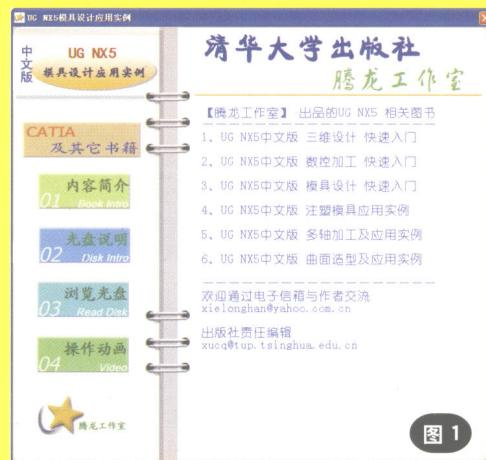
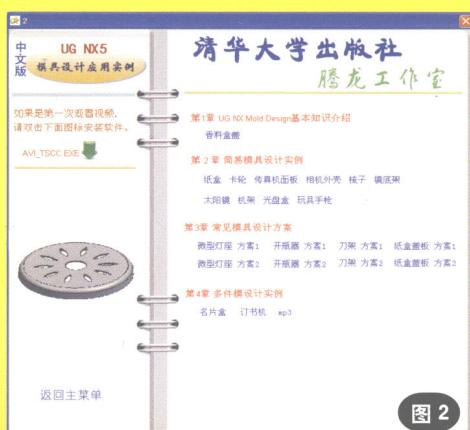

图 1
图 2
(1) 将DVD光盘插入DVD光驱，系统自动播放，出现如图1所示的光盘主界面。如果无法出现该界面，请直接双击光盘根目录中的CD_Start.exe文件。
(2) 将鼠标移动到“内容简介”图标上，主界面的右侧出现本书的内容介绍。
(3) 将鼠标移动到“光盘说明”图标上，可以阅读DVD光盘的使用方法。
(4) 单击“浏览光盘”图标，可以弹出打开光盘根目录，浏览光盘中的内容。
(5) 单击“操作动画”图标，弹出如图2所示的画面，读者可以按照其中的指示进行操作。如果无法播放操作录像，那么请单击“AVI_TS CC.EXE”，安装播放软件插件。
(6) 单击“CATIA及其他书籍”图标，可以浏览腾龙工作室已出版的其他书籍。